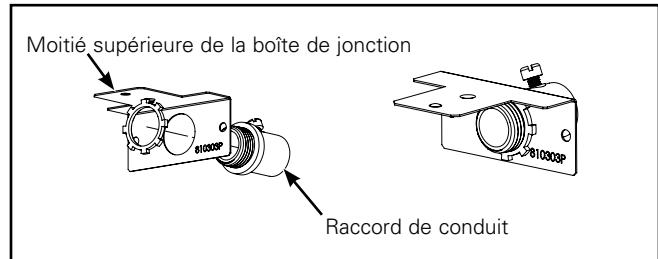

Figure 4.
4. Assemblez la moitié supérieure de la boîte de jonction et le raccord de conduit. (Figure 4.)